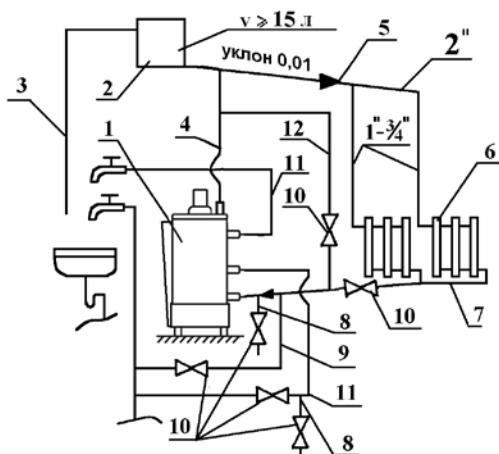
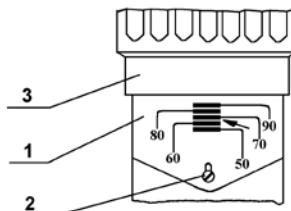

Рис.4 Схема системы отопления и горячего водоснабжения
Рис.5 Схема настройки автоматики регулирования температуры воды
6.13. Заполните систему отопления водой. Контроль заполнения системы отопления осуществляется по трубке сигнальной 3 (Рис.4). Категорически запрещается установка запорной арматуры на стояке, идущем от аппарата. В целях исключения нарушения прочности и плотности аппарата при заполнении и подпитке системы отопления не допускать превышения давления перед аппаратом более 150 кПа (1,5 кг/см²).
для повышения температуры и объема горячей воды предварительно установить гайку регулировочную терморегулятора на температуру 90 °С и закрыть вентиль 10 (Рис.4) на магистрали обратной воды 7 в системе отопления. После окончания забора горячей воды открыть вентиль 10 на магистрали обратной воды 7 для восстановления циркуляции воды в системе отопления и установить гайку регулировочную 3 (Рис.5) на требуемую температуру .
6.22. На летний период закрыть вентиль 10 (Рис.4) на магистрали 7 обратной воды и открыть вентиль 10 на магистрали 12. На осенне-зимний период вентиль 10 на магистрали 12 закрыть, а вентиль 10 на магистрали 7 открыть.
7.3.6. Поворотом гайки регулировочной 3 (Рис.5) установите требуемую температуру нагрева воды.
При настройке, вращая гайку регулировочную, совместите верхний край гайки с риской шкалы в ее средней части. Например, для получения температуры воды 70 °C, верхний край гайки должен быть совмещен с риской, которая указана стрелкой (Рис.5). После нагрева воды до температуры, соответствующей настройке, подача газа к горелке автоматически прекращается и она гаснет, а запальник продолжает работать.
8.4. В случае прекращения работы аппарата в зимнее время на продолжительный срок (свыше суток) полностью слейте воду из системы отопления и системы горячего водоснабжения через вентили 10 сливных магистралей 8 (Рис.4) во избежание ее замерзания.
Для этого ослабить винт 2 (Рис.5) крепления шкалы настройки и, перемещая шкалу, совместить риску, температура которой соответствует показанию термометра, с краем гайки. Запрещается вывинчивать гайку регулировочную выше черты, указывающей 90°C . Это приведет к отключению блока автоматики и перегреву воды (свыше допустимой температуры).